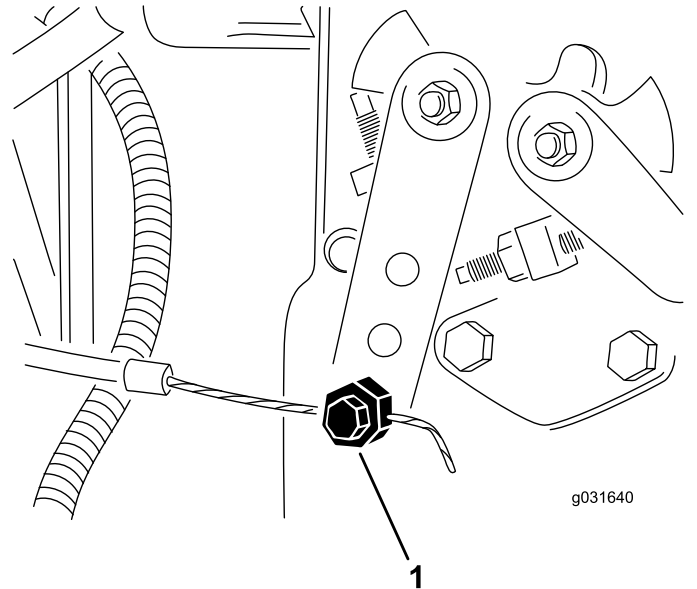

Bild 63
2. Lösen Sie den Gaszug-Anschluss am Hebelarm der Einspritzpumpe. (Bild 63).